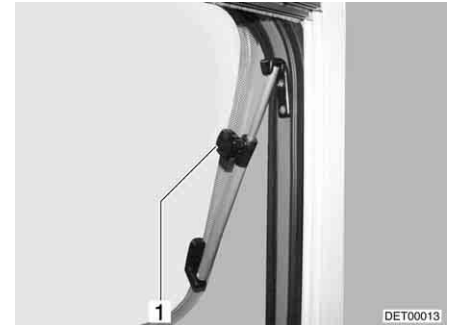

Fig. 65 Ventana abatible con soportes giratorios, abierta
- Abrir la ventana abatible hasta la posición deseada y fijarla con el botón moleteado (Fig. 65,1).
- Girar el botón moleteado (Fig. 65,1) hasta que se libere el bloqueo.